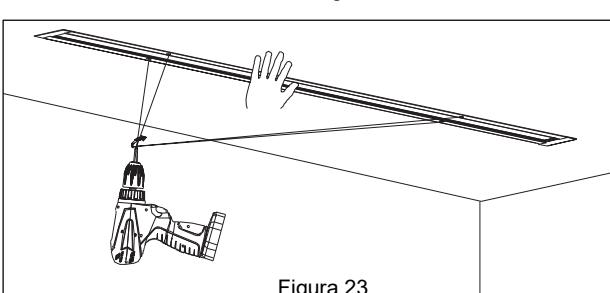

Figura 23
6. Desliza la lámpara en la ranura del techo y aprieta los 4 tornillos hasta que estén ajustados. *Ver Figura 23.*